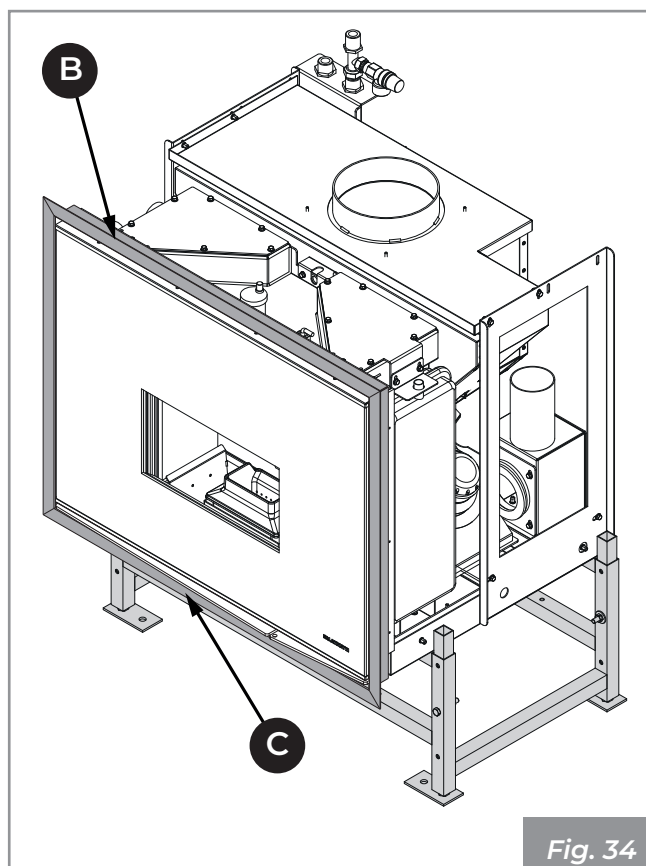

Fig. 34
- Marco de acabado (B - **Fig. 34**).
- Pedestal (C - **Fig. 34**).